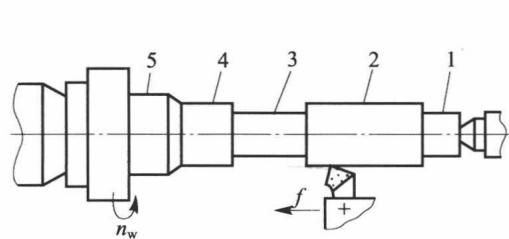

图 1-5 车削变速器输入轴的阶梯外圆
- 工步：在加工表面、刀具、切削用量等要素都不变的情况下所完成的那一部分工艺过程。例如，在图 1-5 所示的汽车变速器输入轴阶梯外圆车削工序中，共包括 5 个工步。